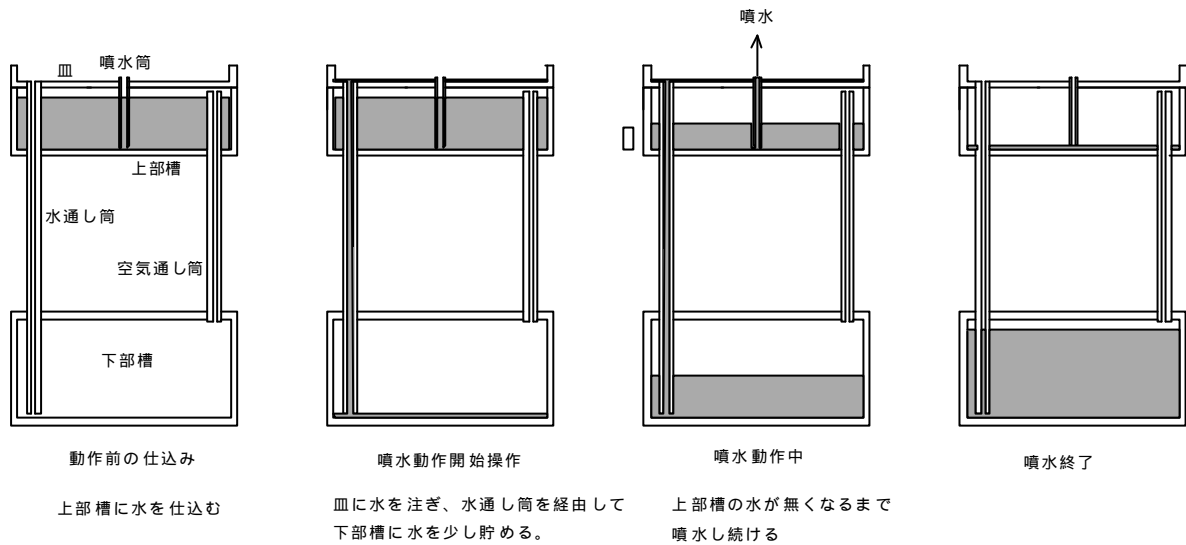

図1 ヘロンの噴水
古代ヨーロッパの学者ヘロンが考案したと伝承されている噴水装置を復元した。図1を用いてヘロンの噴水装置の解説をする。ヘロンの噴水装置は開放された容器(皿)と、密閉された2つの容器(上部槽と下部槽) それにこれらを図のように連結している3本の筒(水通し筒、空気通し筒、噴水筒)からできている。図中のハーフトーン部は水を示している。
(5) 室内の飾り、或いは科学教室などでの展示品として陳列するには、噴水が長時間にわたる方が良いであろう。これに対する最良方法は上下の水槽の体積を大きくすることである。
(6) 一度噴水動作が完了したならば、そのまま装置全体を逆立ちさせる。水は下部槽から上部槽に流れ込む。逆流が終了したならば、正上位に戻す。図1の初期状態となる。